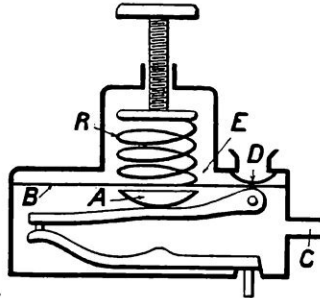

FIG. 5. — COUPE DU DÉTENDEUR
**Détendeur.** — Le détendeur de la bouteille d'oxygène (fig. 5) se compose d'une soupape *A*, s'ouvrant sous l'effort du ressort *R* et de la pression du milieu ambiant (par l'intermédiaire d'une membrane *B*). Il s'ensuit que, pour une tension déterminée du ressort, l'écoulement se fait par le tube *C*, avec une pression qui surpasse toujours la pression ambiante de la même quantité.